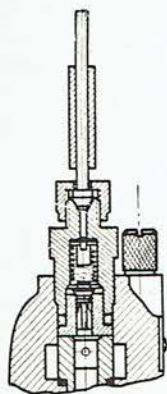

Abb. 38
6. Das Einspritzrohr des zweiten (dritten und vierten) Zylinders ist anzumontieren und an Stelle des Rohres des ersten Zylinders ist ein Kapillarrohr (Abb. 38) zu montieren.